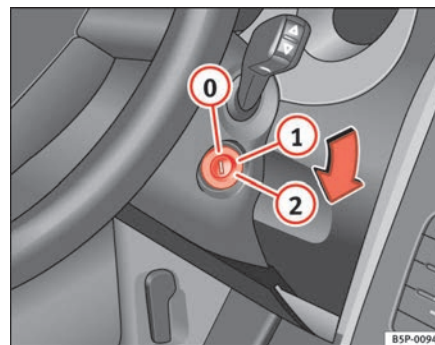

Fig. 116 Posiciones de la llave de contacto
En esta posición ⇒ fig. 116 el encendido y el motor están desconectados pudiéndose bloquear la dirección.
- Gire la llave de contacto hasta la posición ⇒ **página 162, fig. 116 ①**. El testigo  se encenderá en caso de precalentamiento del motor.
- En cuanto se apague el testigo, gire la llave de encendido a la posición **②** para poner en marcha el motor y no pise el acelerador.
- Gire la llave de contacto a la posición ⇒ página 162, fig. 116 .